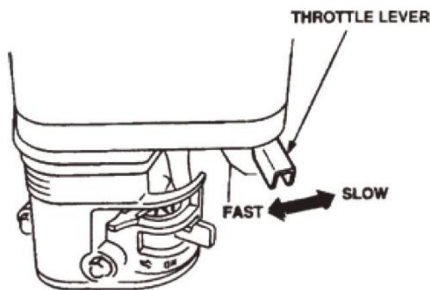

RYS.10
9.6 Chwycić uchwyt rozrusznika (RYS. 10) i powoli go wyciągnij. Opór staje się najtrudniejszy w określonej pozycji, odpowiadającej